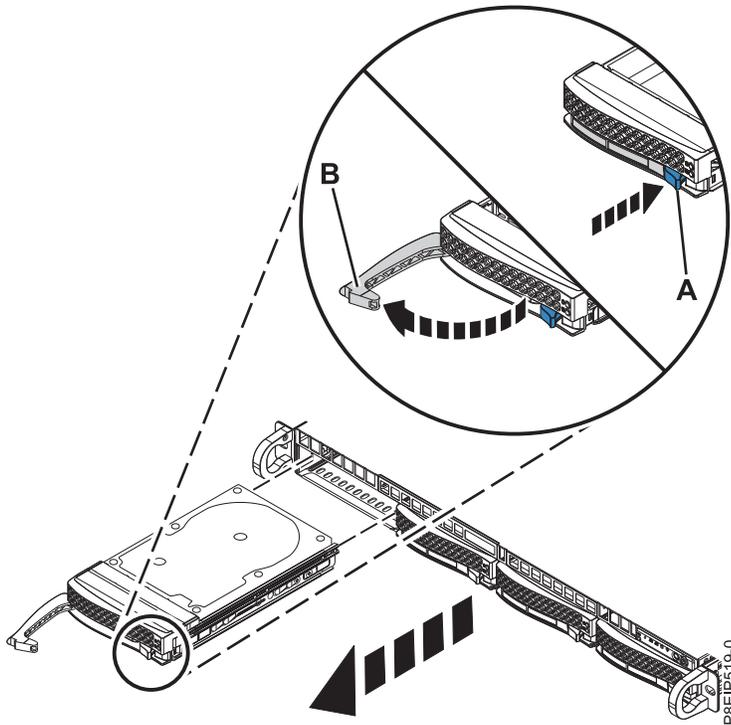

Figura 1. Removendo uma unidade de disco
4. Destrave a alça do compartimento de unidade (B) empurrando a trava de liberação da alça (A), conforme mostrado na Figura 1. Puxe a alça (B) em sua direção. Se a alça não estiver totalmente para fora, a unidade não poderá ser deslizada para fora do sistema. Remova a unidade do sistema, apoiando a parte inferior da unidade. Se a unidade não corresponder ao modelo e número de série anotados na etapa anterior, reinstale a unidade no compartimento de unidade do qual ela foi removida e verifique o outro compartimento de unidade.